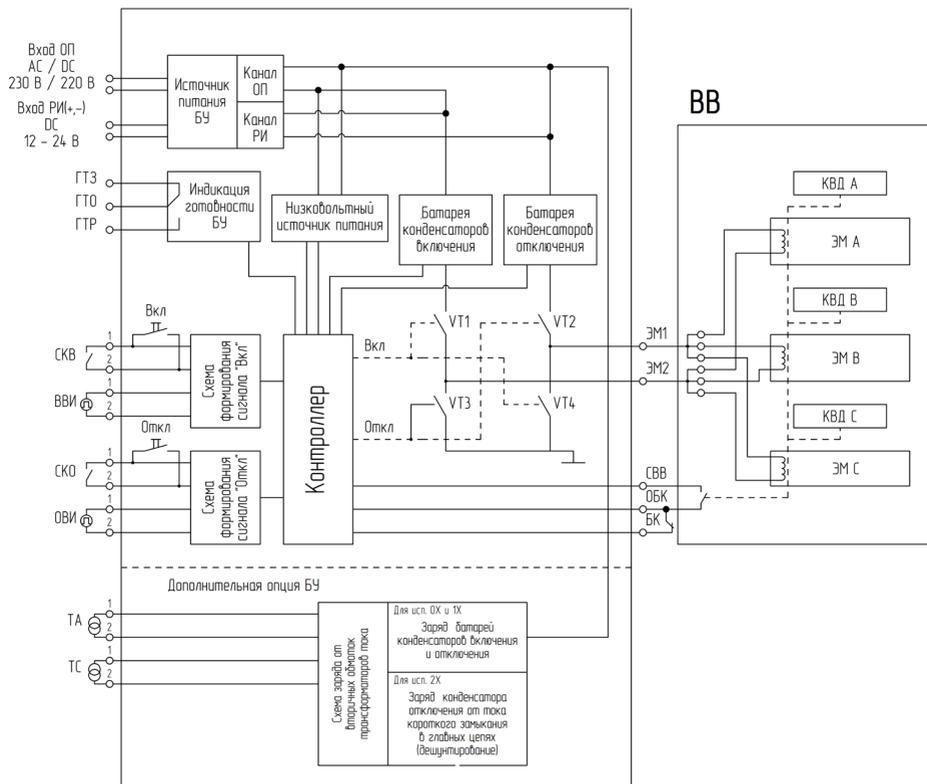

Рисунок 2 – Функциональная схема БУ и ВВ
3.4.2 ОП подается на вход ОП источника питания БУ (рисунок 2).
3.4.3 Источник питания БУ (рисунок 2) представляет собой преобразователь напряжения, который необходим для заряда батарей конденсаторов включения и от-
ключения, а также для работы низковольтного источника питания. Низковольтный источник питания (рисунок 2) формирует напряжение, необходимое для питания контроллера.
3.4.4 Вход РИ (+, -) источника питания БУ (рисунок 2) используется для подключения аккумулятора (номинальным напряжением от 12 до 24 В) при отсутствии ОП и последующего заряда батарей конденсаторов для выполнения операции О или В.
3.4.6 Контроллер (рисунок 2) управляет транзисторными ключами, в зависимости от поданной на БУ команды (включение или отключение), при этом срабатывает соответствующая пара ключей. Контроллер замыкает транзисторные ключи на время, необходимое для проведения операции включения или отключения ВВ. Также контроллер выполняет функции: блокировки повторного включения (когда команда В отстает после автоматического О), блокировку В при наличии команды О.
3.4.7 Схема формирования сигнала ВКЛ (рисунок 2) формирует логический уровень на отдельном входе контроллера от сигнала, поступающего на входы СКВ1, СКВ2 («сухой контакт») или ВВИ1, ВВИ2 («внешний источник»), либо от нажатия кнопки ВКЛ.
3.4.8 Схема формирования сигнала ОТКЛ (рисунок 2) формирует логический
3.4.9 Индикация готовности БУ (рисунок 2) представляет собой перекидной контакт, который, в зависимости от положения, сигнализирует о готовности (или неготовности) БУ к проведению операций О или В. Контакты ГТЗ, ГТО, ГТР предназначены для использования в схемах автоматики или сигнализации.
3.4.10 Схема заряда от вторичных обмоток трансформаторов тока представляет собой преобразователь для формирования напряжения заряда конденсаторов (рисунок 2).
4.3.3 Сигнал на операцию В поступает с выхода схемы формирования сигнала включения (рисунок 2) на вход контроллера, который управляющим сигналом замыкает транзисторные ключи, через обмотки электромагнитов протекает
4.4.3 Сигнал на операцию О поступает с выхода схемы формирования сигнала отключения (рисунок 2) на вход контроллера, который управляющим сигналом замыкает транзисторные ключи. Через обмотки электромагнитов протекает ток разряда конденсаторов в обратном направлении, происходит отключение ВВ. После размыкания главных контактов ВВ сигнал с контакта состояния ВВ (СВВ) поступает на контроллер. На лицевой панели засветится индикатор состояния ВВ - ОТКЛ. Контроллер предотвращает повторную операцию В после операции О, если команда В не была снята.